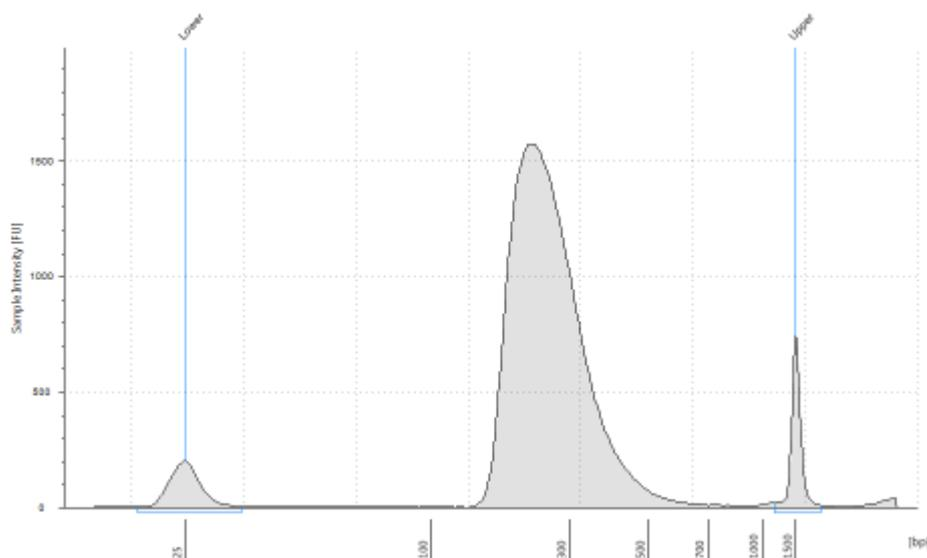

図 16 増幅されたアダプター付きライブラリの TapeStation D1000 アッセイ による泳動図。225-275 bp 付近の位置にピークトップが見られます。
3. 結果をチェックします。図 16 の泳動図のような分布が得られ、225-275 bp 付近の位置にピークトップがあることを確認します。